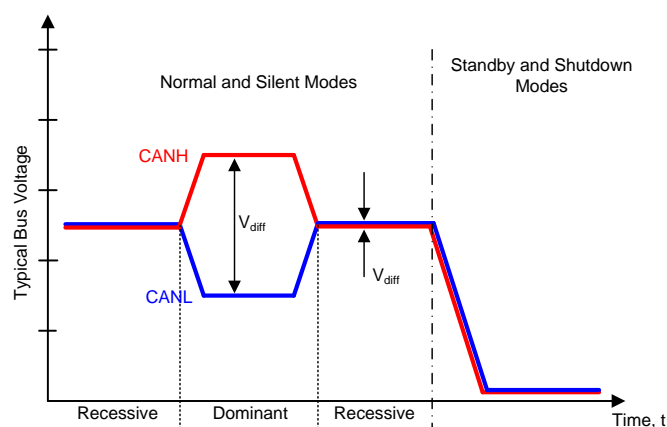
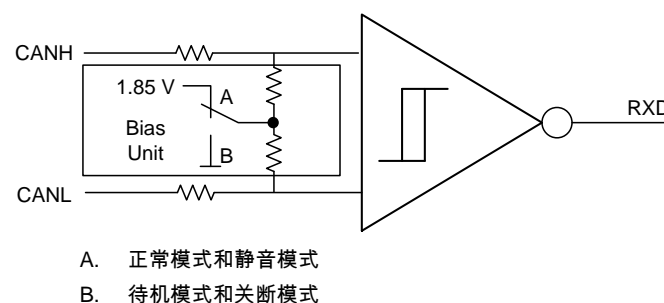
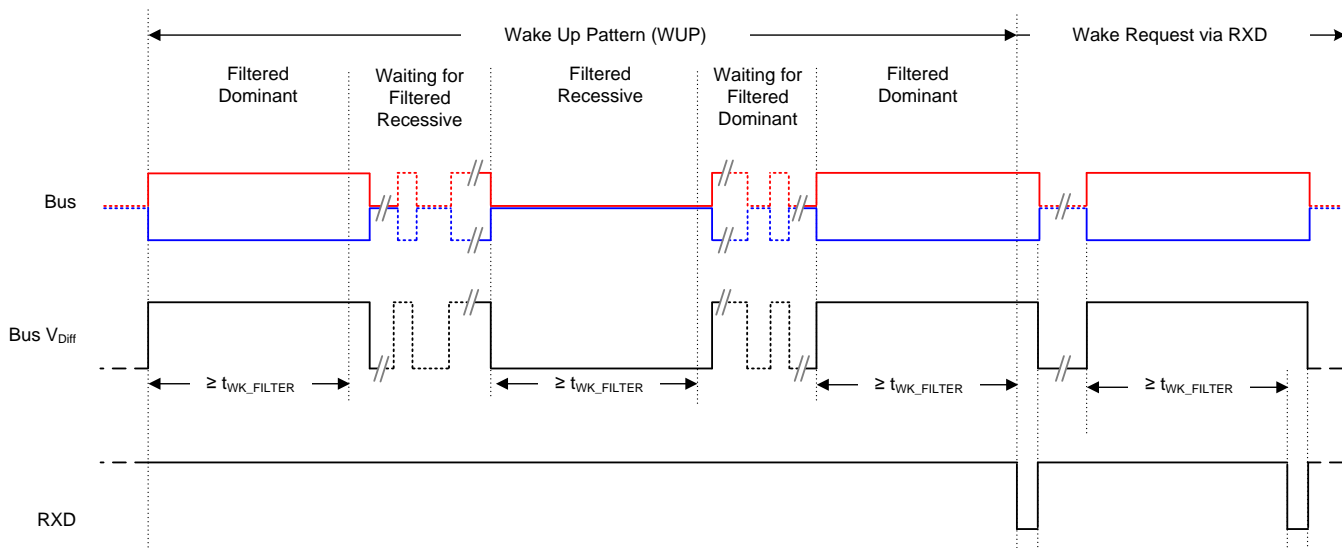

Figure 31. 总线状态（物理位表示）
Figure 32. 简化的隐性共模偏置单元和接收器
Figure 33. 唤醒模式 (WUP) 和 RXD 总线唤醒请求 (BWRR)
CAN 总线在运行期间有两种逻辑状态：隐性和显性。请参见 Figure 31 和 Figure 32。
具有低功耗待机模式的收发器有第三种总线状态，在这种状态下，总线引脚通过接收器的高阻值内部电阻弱偏置到接地端。请参见 Figure 31 和 Figure 32。
(1) 请参见 Figure 31 了解总线状态。
(2) 反映总线状态：当 CAN 总线为显性状态时，该引脚为低电平；当 CAN 总线为隐性状态时，该引脚为高电平。
(2) 待机模式 RXD 行为：请参见 Figure 33。
此模式是器件的低功耗模式。CAN 驱动器和主接收器处于关闭状态，CAN 通信不能双向进行。低功耗接收器和总线监视器处于使能状态，允许通过 CAN 总线传输 RXD 唤醒请求。唤醒请求将输出到 RXD (驱动为低电平)，如 Figure 33 所示。本地 CAN 协议微处理器应监视 RXD 的转换情况 (从高电平转换为低电平)，然后根据 RXD 唤醒请求重新激活器件使其进入正常模式。在此模式期间，CAN 总线引脚弱下拉至 GND，请参见 Figure 32。
请参见 Figure 33 查看 WUP 的时序图。该模式 (即，用于 WUP 的 t_{WK_FILTER} 时间和 BWRR) 可防止因噪声和总线持续显性故障而导致错误的唤醒请求。如果器件切换到正常模式，或者 V_{CC} 上发生欠压事件，则会丢失 BWRR。
此模式是所有器件的最低功耗模式。CAN 驱动器和接收器处于关闭状态，CAN 通信不能双向进行。在此模式下，不能通过 CAN 总线接收远程唤醒请求。在此模式期间，CAN 总线引脚下拉至 GND，如Figure 31 所示。
(1) H = 高电平, L = 低电平, X = 不相关。
(2) H = 高电平, L = 低电平, Z = 高阻抗接收器偏置。
(3) 如需了解总线状态和偏置, 请参见Figure 31 和 Figure 32。